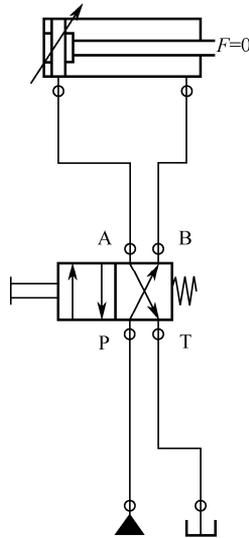

图 1-7 任务 1-1 的液压回路图
- (1) 打开计算机，运行液压教学软件 FluidSIM-H;
- (2) 单击工具栏上的“新建”按钮;
- (3) 如图 1-7 所示，用鼠标从元件库中选择所需元件，并拖动至右侧绘图区域中，